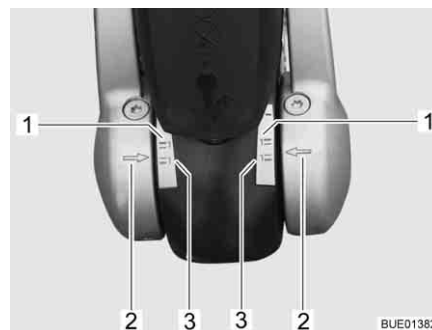

Bild 191 Indikering friktionsbelägg vänster och höger
- När pilarna på tryckbrickan (Bild 191,2) är nedanför eller vid den gröna markeringsytan (Bild 191,3) är friktionsbeläggen i fullgott skick.
- När pilarna på tryckbrickan är inom markeringsytorna (Bild 191,1 och 3) är friktionsbeläggen lätt slitna.
- När pilarna på tryckbrickan är vid eller nedanför den röda markeringsytan (Bild 191,1) är friktionsbeläggen utslitna. Låt byta friktionsbeläggen.